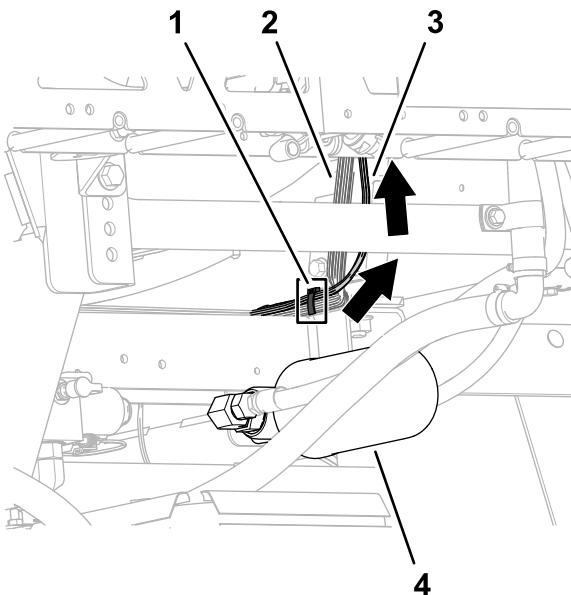

Figura 44
- 2. Fissate il cablaggio preassemblato del kit al cablaggio preassemblato posteriore della macchina con una fascetta per cavi, come illustrato nella Figura 44.